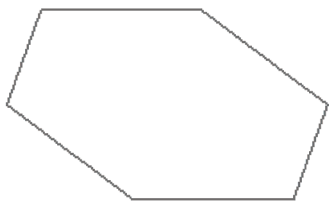

图 6-32 打开模型文件
STEP 01 单击快速访问工具栏中的“打开”按钮，打开模型文件，如图 6-32 所示。